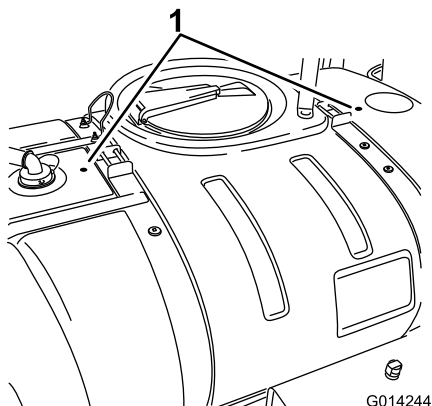

Рисунок 11
- Найдите в основном баке две отметки для сверления (Рисунок 11).